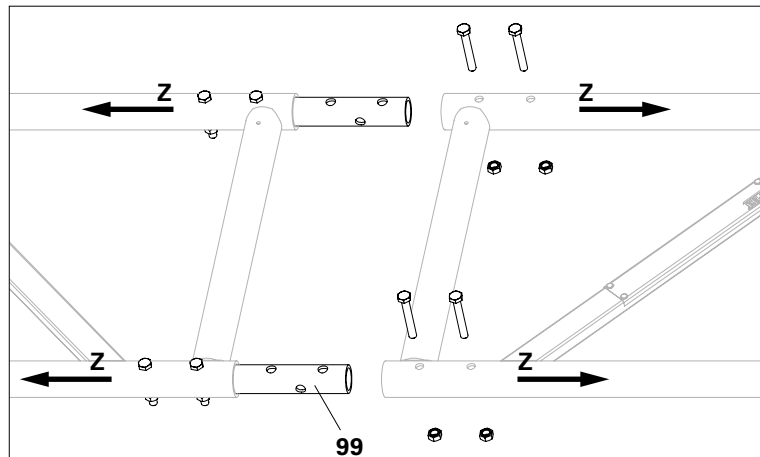

Abb. A11.15a
1. Zwei Verbinder ULT (99) in Gitterträger einstecken und mit je 2 Schrauben M10 x 70-8.8 mit Mutter montieren.
2. Zweiten Gitterträger auf die Verbinder ULT aufstecken und mit je 2 Schrauben M10 x 70-8.8 mit Mutter montieren. (Abb. A11.15a)